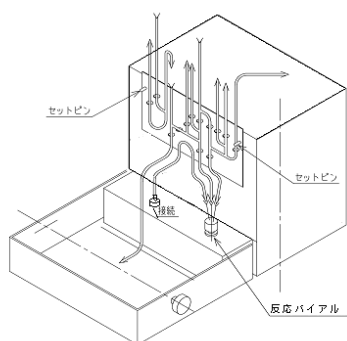

図3 チューブマニホルドの取り付け
- ・チューブマニホールドを FDG 合成装置本体の保持部にはめ込み、2箇所のセットピンで位置決めし、固定する。(図3)
- ・反応バイアルを FDG 合成装置本体の反応器ユニットに設置する。(図3)
- ・反応バイアルからの排気ラインの配管（ベースパネル経由からの配管）をFDG合成装置本体の排気リアーと接続する。（図3）